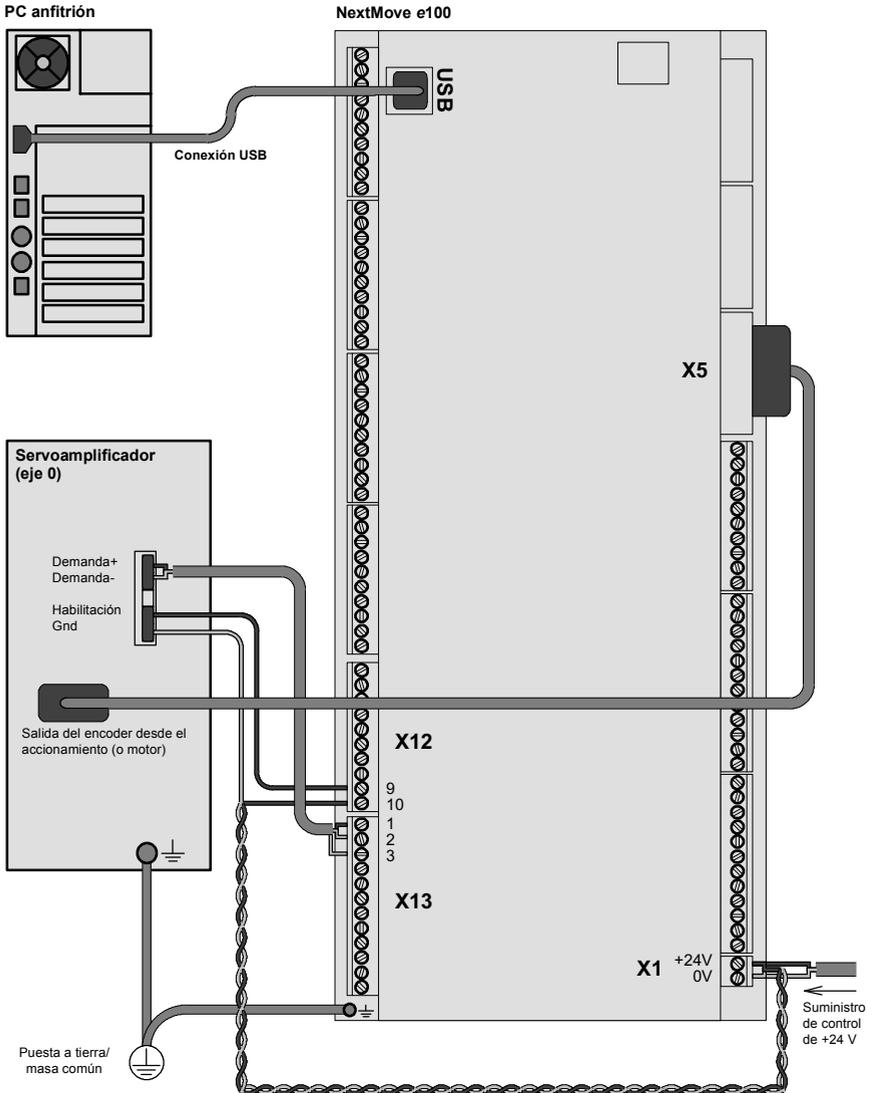

Figura 31: Ejemplo de cableado mínimo del sistema
Como guía, la Figura 31 muestra un ejemplo del cableado mínimo típico, necesario para permitir que el NextMove e100 y un amplificador de accionamiento de un solo eje funcionen conjuntamente. Los datos de los terminales del conector se muestran en la Tabla 2.
**Tabla 2: Detalles del conector para el cableado mínimo del sistema mostrado en la Figura 31**